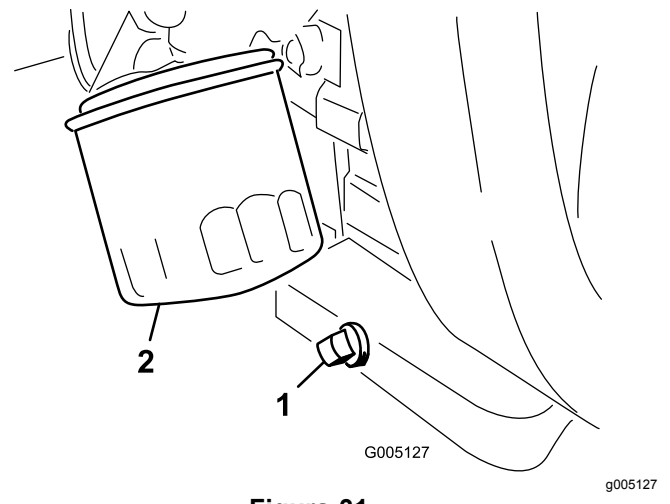

Figura 31
- Limpié las roscas del tapón de vaciado, aplique sellador de PTFE, e instale el tapón de vaciado (Figura 31).
- Retire el filtro de aceite (Figura 31).
- Retire el tapón de vaciado (Figura 31) y deje fluir el aceite a un recipiente apropiado.